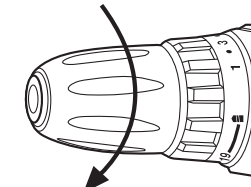

Abb. 7
3. Drehen Sie das Spannfutter wie in Abb. 7 gezeigt. Die Backen im Innern der Werkzeugaufnahme werden geschlossen und halten den Werkzeugaufsatz. Ziehen Sie das Spannfutter so weit wie möglich fest, um sicherzustellen, dass der Werkzeugaufsatz festen Halt hat.